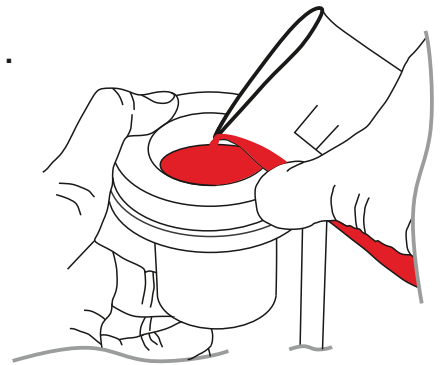

图 2
- 3 放置一个手指在杯子口,以关闭孔(图2).
- 4 轻轻倒出液体到杯中, 避免气泡的形成(图2).